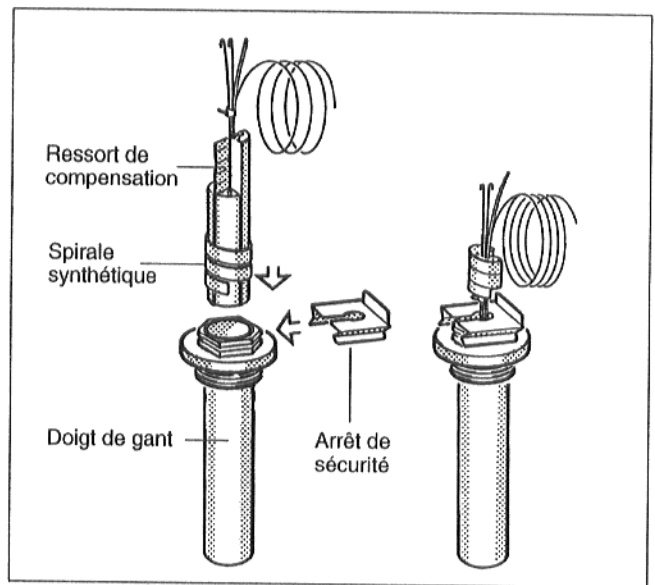

Fig. 17 Doigt de gant et sonde pyrométrique
- Enfoncer la sonde pyrométrique jusqu'au fond du doigt de gant. La spirale synthétique s'expulse automatiquement. Le ressort de compensation doit être glissé lui aussi dans le doigt de gant (Fig. 17).
- Pousser l'arrêt de sécurité (Étendue de la livraison Appareil de réglage) de côté ou du haut sur la tête du doigt de gant (Fig. 17).